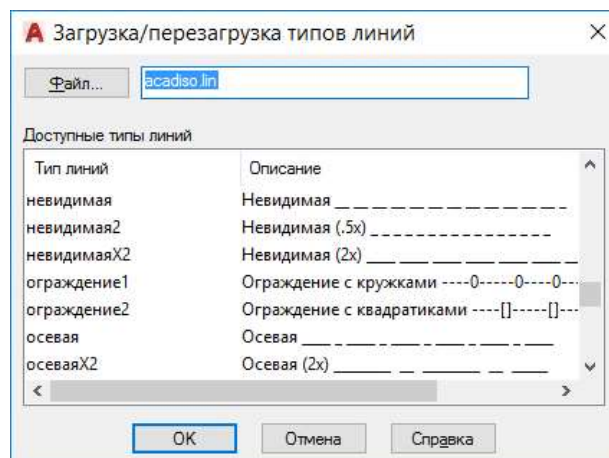

Рис. 1.4
3. В диалоговом окне «Загрузка/перезагрузка типов линий» (рис.1.4) выберите из библиотеки нужные линии. Для данной лабораторной работы выберите – осевая.